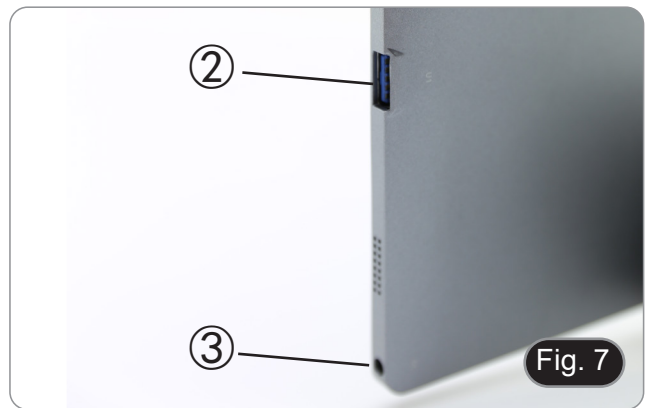

Fig. 7
6. Connectez le câble de alimentation à la tablette pour recharger la batterie en utilisant le connecteur ③. (Fig. 7)